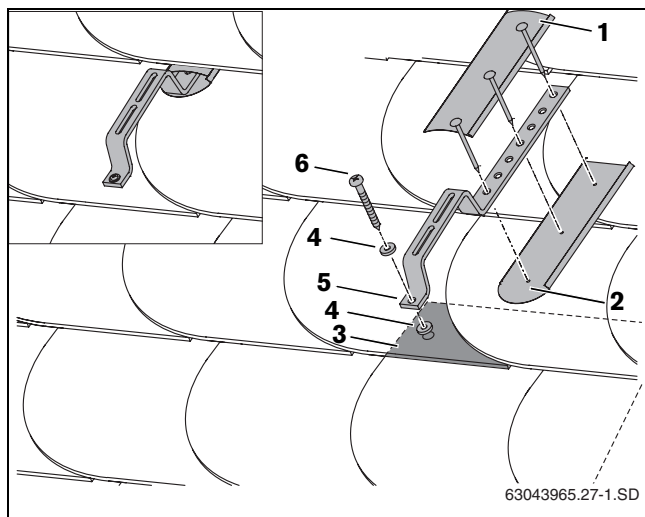

Fig. 25 Montaggio su un tetto coperto con ardesia/scandole
Viene mostrato come esempio il montaggio di un gancio da tetto particolare e la copertura a tenuta stagna con lamiera predisposte da parte del committente (fig. 25, [1] e [2]) sulla base di una copertura con scandole/ardesia.
- Montare i ganci da tetto particolari (fig. 25, [5]) e la guarnizione (fig. 25, [4]) con la vite (fig. 25, [6]) sulla copertura di ardesia/scandole.
- Per assicurare un montaggio a tenuta stagna, montare delle lamiera (fig. 25, [1] e [2]), messe a disposizione dal committente, sopra e sotto il gancio da tetto particolare.
Il gancio da tetto particolare deve appoggiare anteriormente su una copertura multipla (fig. 25, [3]).